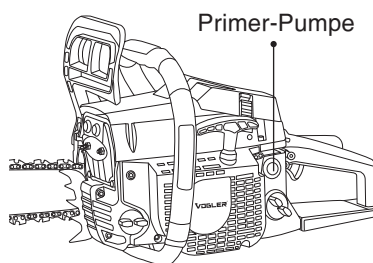

Abb. 8
- Drücken Sie die Primer-Pumpe (Kraftstoffpumpe) 5–10 Mal langsam vollständig ein und lassen Sie sie wieder los (Abb. 8). Der Primerball sollte sich dabei mit Kraftstoff füllen. Falls kein Kraftstoff sichtbar ist, betätigen Sie die Pumpe so lange weiter, bis Kraftstoff erscheint.
- Stellen Sie das Gerät auf eine feste, ebene Fläche. Begeben Sie sich in die Startposition und halten Sie das Gerät fest, wie abgebildet (Abb. 8).